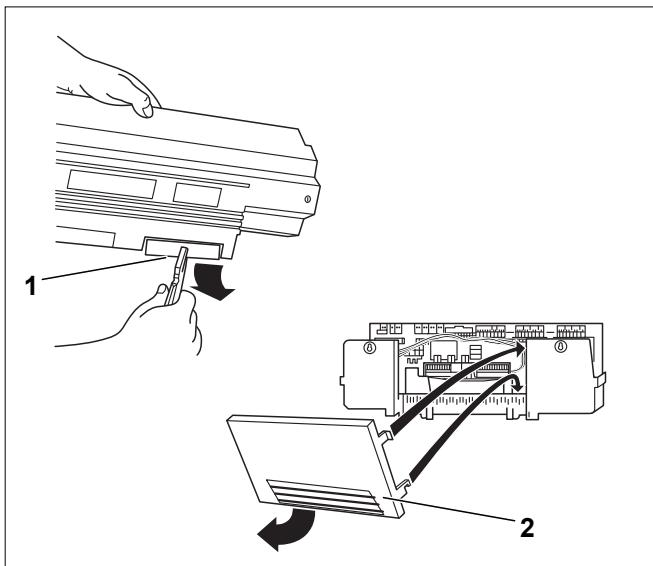

Рис. 44 Подготовка кабельного прохода
- При необходимости выломайте заглушку (рис. 44, [1]) в задней стенке кабельного прохода (Logematic 33..) или снимите заднюю стенку (Logematic 43..) (рис. 44, [2]).
- ▶ Вставьте нижние крюки задней стенки (Logamatic 43..) в гнездо рамки и нажмите на неё сверху до фиксирования боковых крюков (рис. 44, [2]).